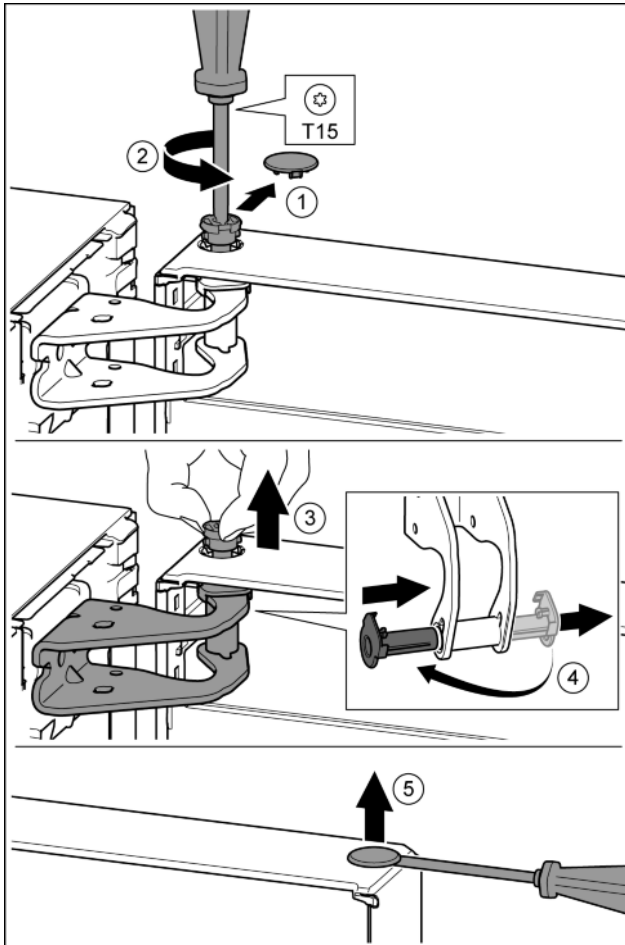

Fig. 8
- ▶ Enlever délicatement le cache de sécurité. Fig. 8 (1)
- ▶ Dévisser légèrement le boulon avec un tournevis T15. Fig. 8 (2)
- ▶ Tenir fermement la porte et sortir le boulon avec les doigts. Fig. 8 (3)
- ▶ Tirer la douille de palier en dehors du guide. La mettre de l'autre côté et l'enclencher. Fig. 8 (4)
- ▶ Soulever délicatement le bouchon en dehors de la douille de palier de porte avec un tournevis plat et le sortir. Fig. 8 (5)